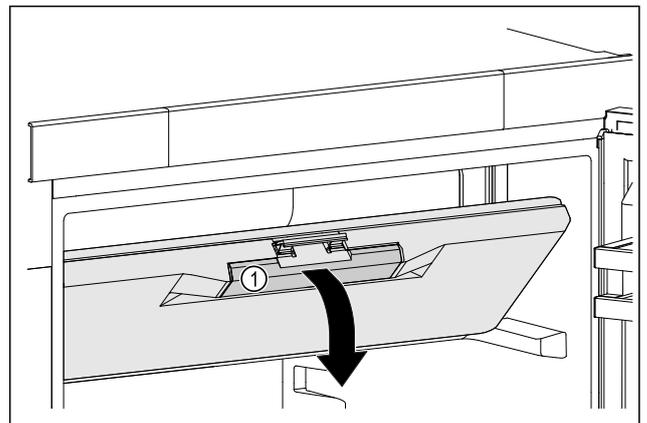

Fig. 48
- ▶ Sujete la puerta del compartimento congelador en la empuñadura empotrada Fig. 48 (1).